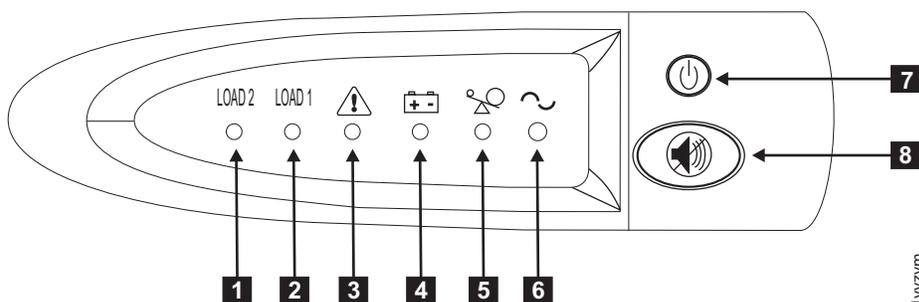

図 17. 2145 UPS-1U のフロント・パネル・アセンブリー
8. オン/オフ・ボタン (図 17 の **7**) を約 5 秒間押し続けます。オン/オフ・ボタンを押すのに、先が尖った道具 (ねじ回しなど) を使用する必要があります。2145 UPS-1U が自己診断テストを行う間、フロント・パネル・インディケータは始動シーケンスを循環します。